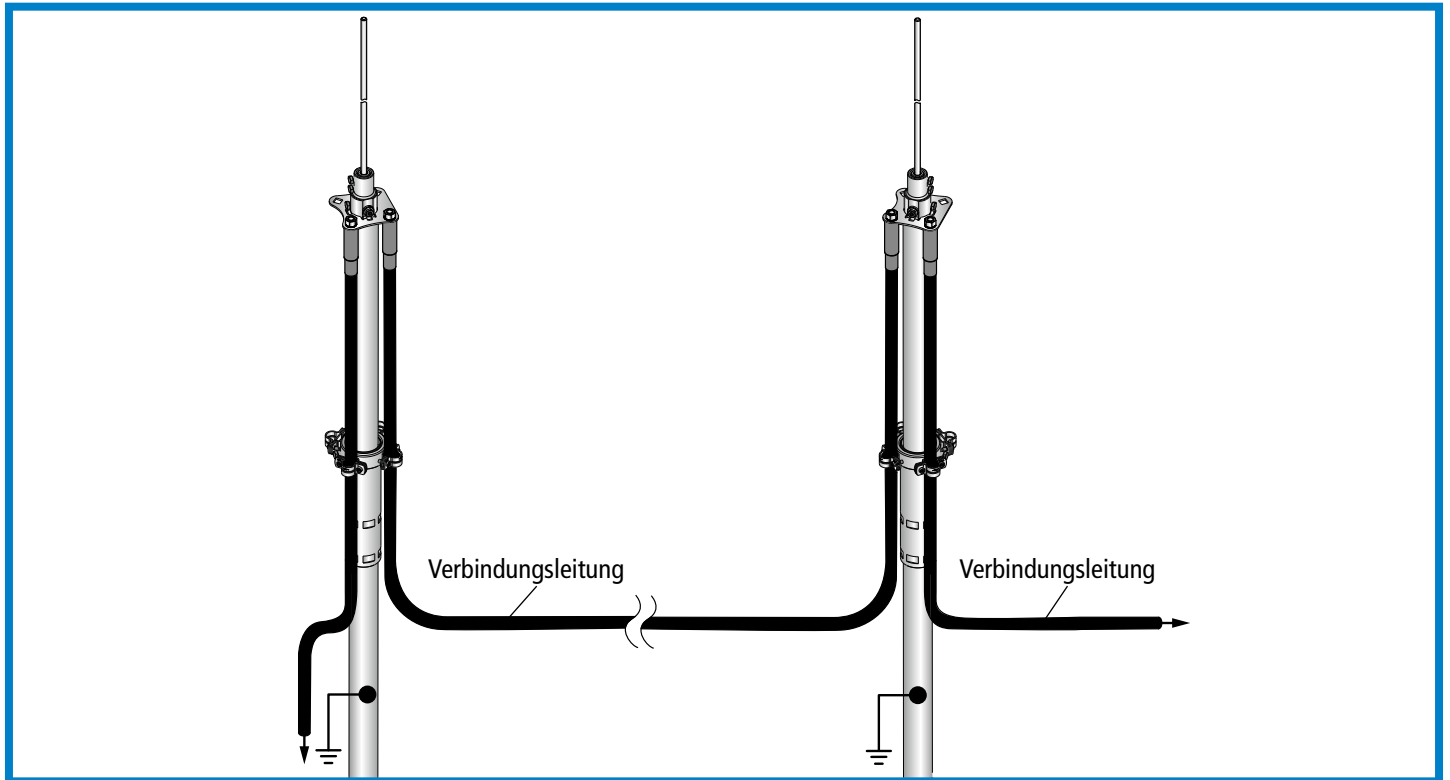

Bild 11 Verbindungsleitung zwischen den Stützrohren
- ➔ eine Verbindungsleitung zwischen den Stützrohren wie im Bild 11 dargestellt, ähnlich einer Ringleitung, begünstigt den Stromaufteilungskoeffizienten k_c . Dadurch kann der notwendige Trennungsabstand "s" verringert bzw. eingehalten werden. Für diese Anschlüsse (Rohraußenverlegung) werden die Anchlusselemente z.B. Art.-Nr. 819 197 oder 819 196 verwendet.